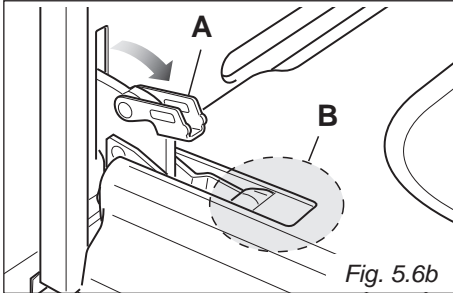
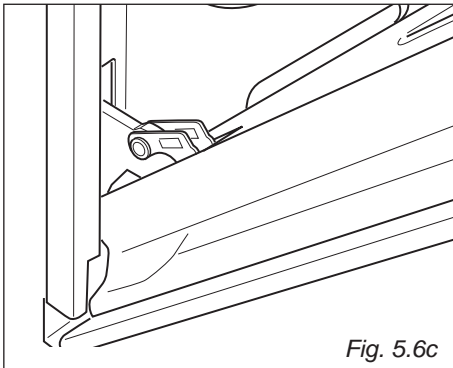

Fig. 5.6b
Fig. 5.6c
- Aprire completamente la leva "A" delle cerniere destra e sinistra (fig. 5.6b).
- Socchiudere dolcemente la porta (fig. 5.6c) fino a quando le leve "A" delle cerniere destra e sinistra si agganciano alla parte "B" della porta (fig. 5.6b).